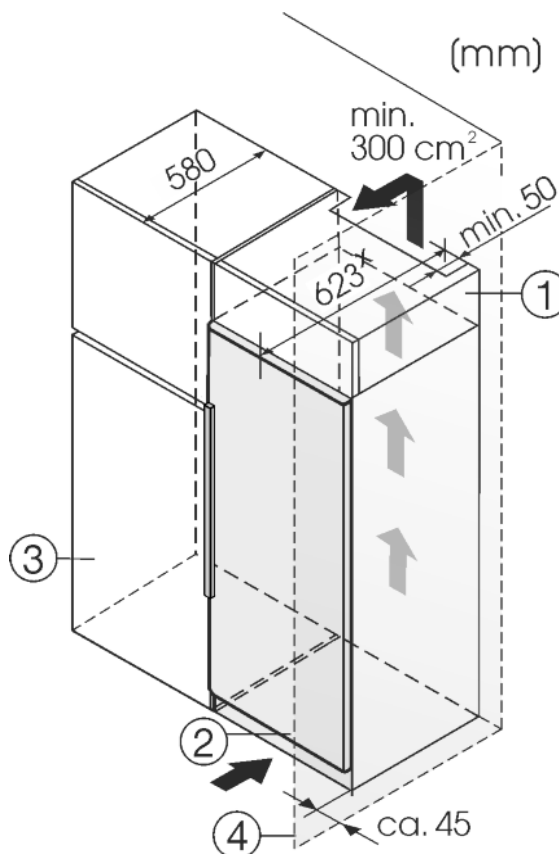

Fig. 8
- (1) Opbouwkast
- (2) Apparaat
- (3) Keukenkast
- (4) Wand
Het apparaat kan in keukenkasten worden ingebouwd. Om het apparaat *Fig. 8 (2)* aan de hoogte van het keukenblok aan te passen, kan boven het apparaat een opzetkast *Fig. 8 (1)* worden aangebracht.
Plaatst u het apparaat met de scharnierkant naast een muur *Fig. 8 (4)*, dan moet de afstand tussen apparaat en muur minstens 40 mm bedragen. Dit in verband met het uitsteken van de deurgreep bij een geopende deur.